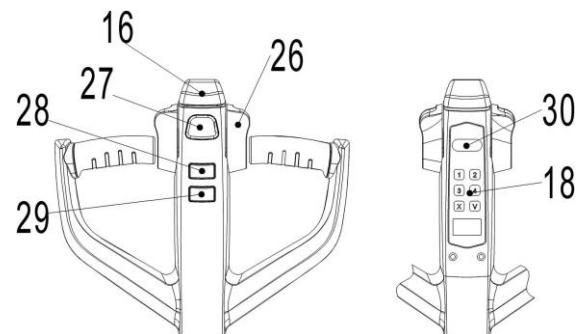
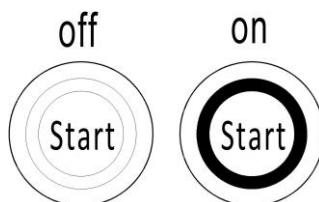
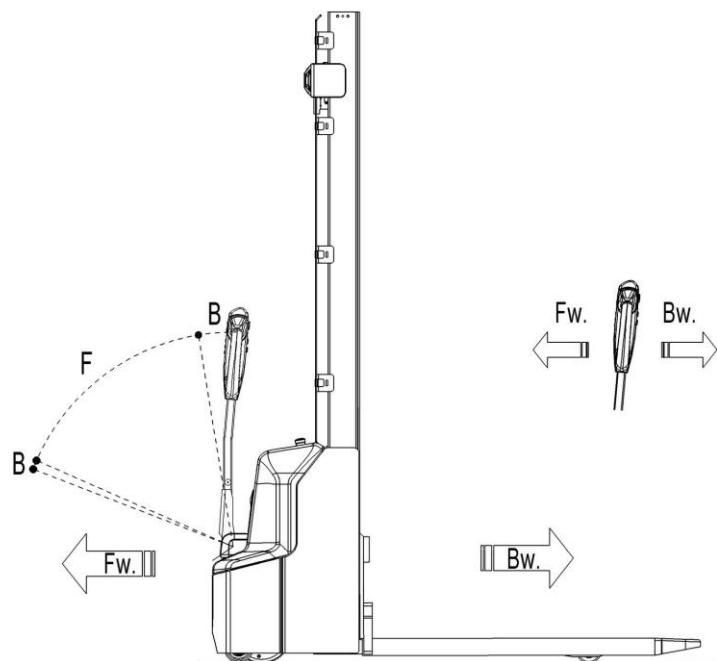

Рис.7: Рукоятка управления
Рис.8: Замковый выключатель
Рис. 11: Направления движения
на PSE12B: необходимо проверить, что аварийная кнопка (рис.1, поз. 20) отжата, при необходимости аккуратно потяните ее вверх. Затем введите пароль на ПИН-панели и нажмите кнопку «√». Нажмите на кнопку звукового сигнала (рис. 7, поз. 27) для проверки работы предупреждающего сигнала.
на PSE12N: необходимо проверить, что аварийная кнопка (рис.1, поз. 20) отжата, при необходимости аккуратно потяните ее вверх. Затем нажмите кнопку запуска (рис. 8), на ней загорится зеленый свет. Введите пароль на ПИН-панели и нажмите кнопку «√». Для активации также может быть использована карта доступа RFID. Нажмите на кнопку звукового сигнала (рис. 7, поз. 27) для проверки работы предупреждающего сигнала.
Подведите штабелер с опущенными вилами под поддон полностью. Нажмите и удерживайте кнопку подъема (Рис. 7, поз. 28) пока не достигните желаемой высоты подъема.
Если вилы штабелера находятся в стеллажном пространстве, необходимо осторожно отъехать от стеллажа с или без паллета. Во время движения необходимо удостовериться, что вилы не задевают стеллаж. Нажать и удерживать кнопку снижения (рис. 7, поз. 29). Опустить груз, пока вилы не освободятся от паллета, затем аккуратно отъехать от груза.
После включения и активирования штабелера на ПИН-панели переведите ручку управления в рабочее положение ('F', рис.11).
Отклоняйте маховики управления в нужном направлении «вперед» 'Fw' или «назад» 'Bw' (рис. 11).
Контролировать скорость передвижения можно с помощью маховиков (рис. 7, поз. 26) для достижения требуемой скорости.
На штабелере имеется кнопка замедленного ("черепашьего") хода для передвижения с пониженной скоростью. Нажмите кнопку замедленного хода (рис. 7, поз. 30) один раз, чтобы включить режим, поверните акселератор для движения на медленной скорости, и нажмите кнопку замедленного хода повторно, чтобы восстановить исходное состояние.
Нажмите кнопку замедленного хода (рис. 7, поз. 30) и удерживайте ее в течение 2 секунд, чтобы активировать функцию движения с ручкой управления, расположенной в вертикальном положении, при работе в ограниченном пространстве. Функция активна только при нажатой кнопке замедленного хода (для снижения скорости); отпускание кнопки замедленного хода приведет к немедленной остановке. Задействование
- Переключение маховиков управления (рис. 7, поз. 26) обратно в начальное положение или освобождение маховиков активирует систему торможения. Штабелер тормозит до полной остановки.
- При переключении маховиков управления (рис. 7, поз. 26) из положения «движение в одном направлении» в положение «движение в противоположном направлении», штабелер постепенно тормозит, пока не начнет движение в противоположном направлении.
- Штабелер тормозит, если ручку управления перевести в верхнее или нижнее положение к точкам торможения ('B', рис. 11). При отпускании рукоятки управления автоматически возвращается в верхнее положение к точке торможения ('B', рис. 11). Штабелер будет тормозить, пока не остановится.
- Кнопка противоотката (безопасности) (рис. 7, поз. 16) защищает оператора от получения повреждений и травм. Если эта кнопка включена, штабелер притормаживает и/или начинает движение в противоположном направлении ('Bw', рис. 11) на небольшое расстояние и останавливается. Необходимо помнить, что эта кнопка действует, даже если штабелер не едет, но ручка управления находится в рабочем положении.